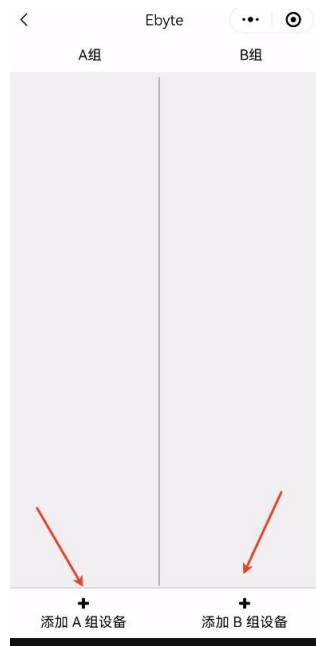

图 3-2-3 点击添加 A、B 组设备
3. 点击分组，进入配置分组界面，如下图 3-2-3 所示，此时，就可以对 A、B 组设备进行添加配对了，因为 A、B 组是双向控制，因此可以根据用户自己的需求向组别添加设备。